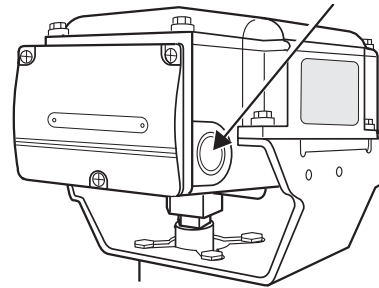

图8 敲落孔 (用于接线端口)
- 2) 在将缆线连入执行器时, 制作敲落孔作为接线端口使用。在执行器接线盒两侧有两个敲落孔。每一侧各有一个 $\phi 22$ mm敲落孔。根据导管安装方向选择敲落孔, 使用螺丝刀轻轻敲出一个敲落孔。(参见图8)